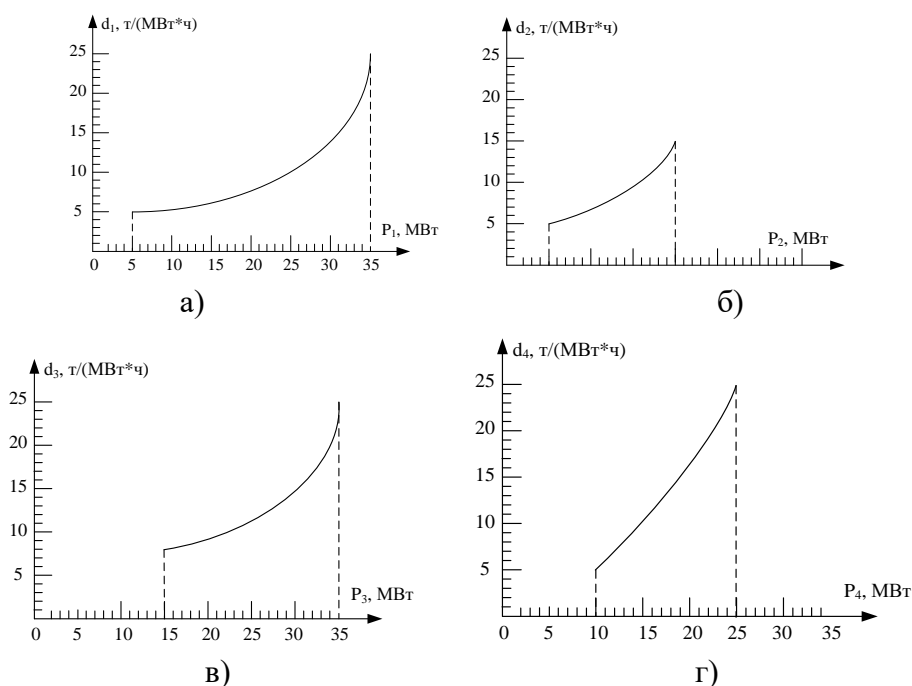

Рис. 2
2. Найти графически оптимальное распределение активных мощностей между четырьмя генераторами ТЭЦ, пользуясь методом относительных приростов. Характеристики относительных приростов приведены на рис. 2. В качестве критерия оптимальности принять минимум расхода свежего пара.